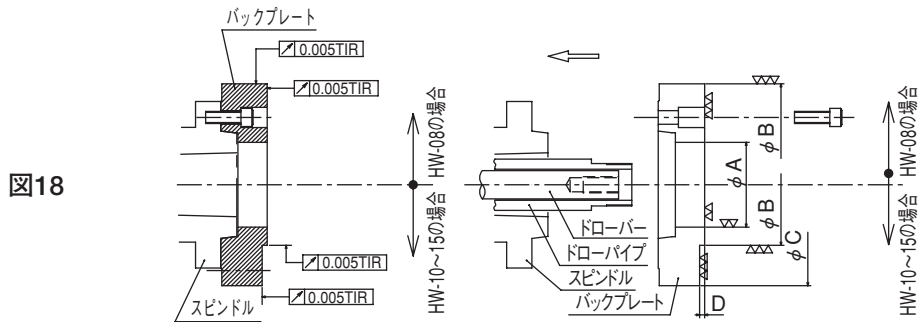

図18
- 図18はJISショートテーパ規格の場合である。
- バックプレートはプランジャネットを引いた際に、プランジャネット端面がバックプレートに当たって止まるような寸法（図18の寸法φA）とすること。ストロークが規定よりも大きくなると、チャックの破損や把握不良の原因となる。